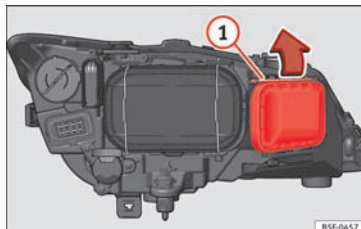

Fig. 106 Blinklyspære
- Forskyd holderen » **Fig. 106 ①** i pilens retning, og tag afdækningen af.